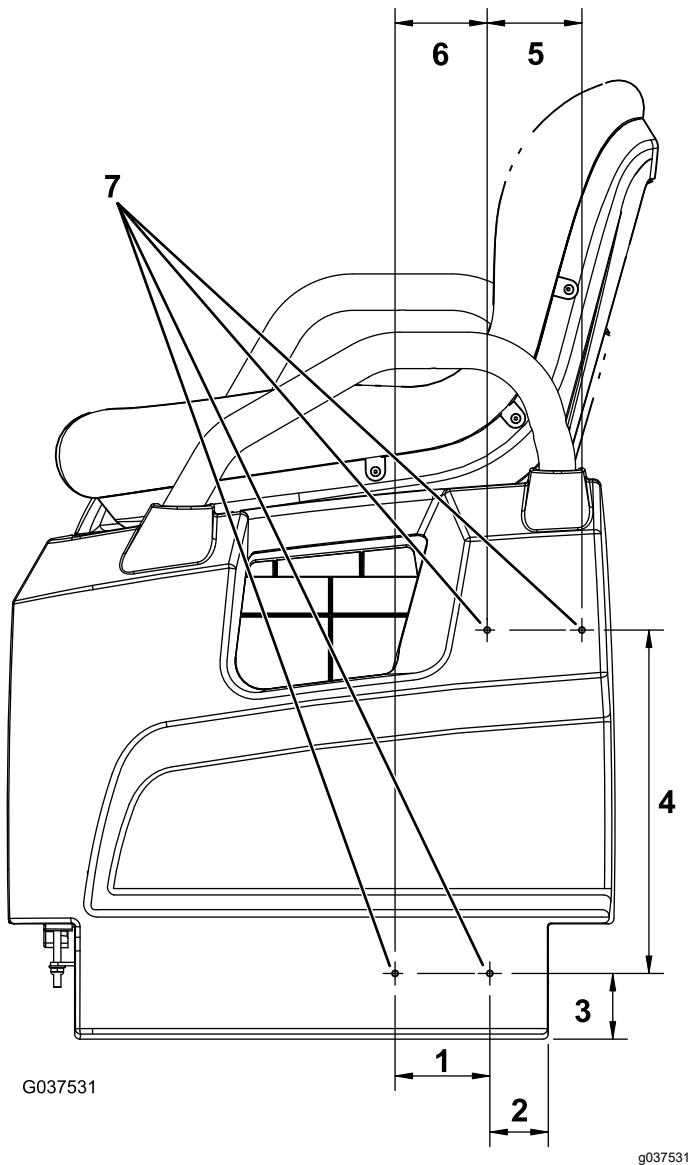

図 10
- 機体左側で、座席ベースの左下から51mmの位置にマーキングする図10。
- その場所から真上に57mmの位置にマーキングする図10。
- ステップ2で付けたマークから83mm左の位置にマーキングする図10。
- ステップ3で付けたマークから左へ80mmを測り取り、そこから真上に299mmの位置にマーキングする図10。
- ステップ4で付けたマークから83mm右の位置にマーキングする図10。
- マークを打った場所4ヶ所に直径5mmの穴を開ける図10。